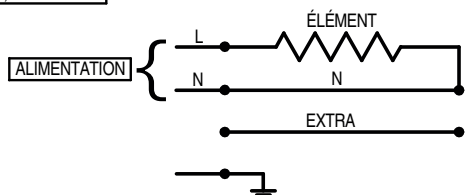

FIGURE 8
- L. Si deux appareils de chauffage ou plus doivent être raccordés ensemble en parallèle, consultez les FIGURES 8 et 9 pour plus de détails. Dans ce cas, les couvercles d'extrémité adjacents de chaque appareil sont enlevés et non utilisés, mais la plaque de jonction facultative doit être utilisée. Tout connecteur supplémentaire nécessaire doit être conçu pour un fonctionnement à au moins 90 °C.